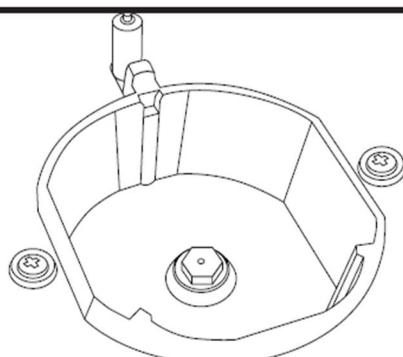

Рис. 2
1. Перекройте газовый кран и отключите прибор от электросети. Снимите конфорку вместе с крышкой, вы увидите жиклер (Рис. 2).